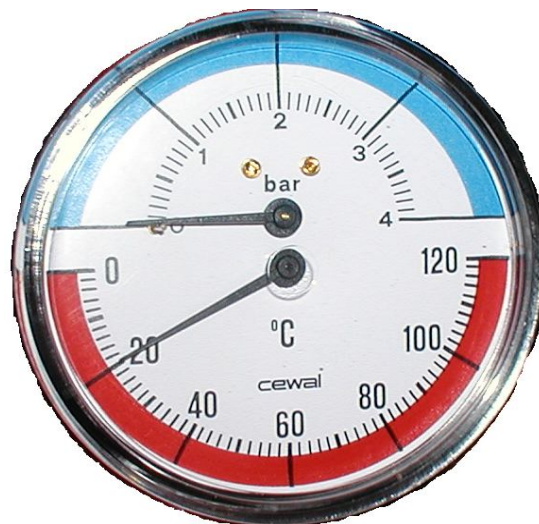

Рис. 8
- Медленно заполнить котёл. При этом наблюдать за показаниями термоманометра(→ рис.8.)